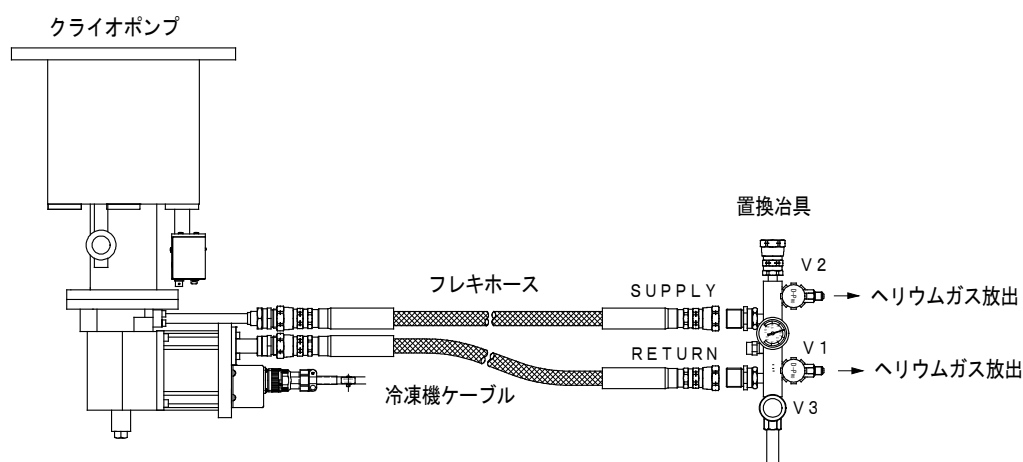

図 8-3 置換治具の接続
4. SUPPLY、RETURNのフレキホースを置換治具に接続してください（図8-3）。